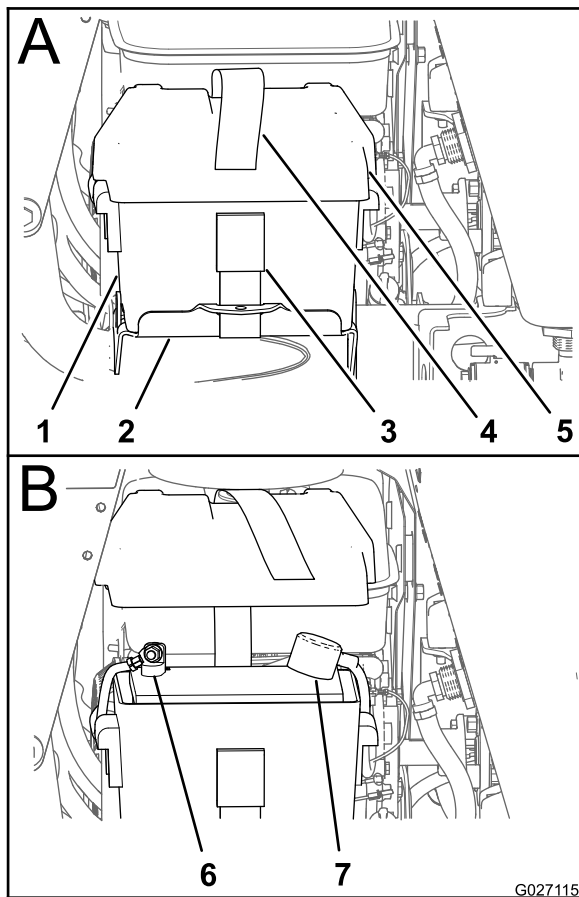

図 87
2. バッテリーストラップの自由端をバックルから外して、バッテリーボックスからカバーを外す 図 87。
5. プラスケーブルも外されていた場合には**プラス赤ケーブル**をバッテリーのプラス端子に接続し、その上からカバーを取り付ける 図 87。
7. バッテリーカバーをバッテリーボックスに合わせ、カバーとボックスをストラップでトレイに固定する 図 87。
2. バッテリーカバー(図 87)を取り外す2 バッテリー充電状態の確認 (ページ 60)を参照。
6. バッテリーカバーをバッテリーボックスに合わせ、カバーとボックスをストラップでトレイに固定する(図 87)。